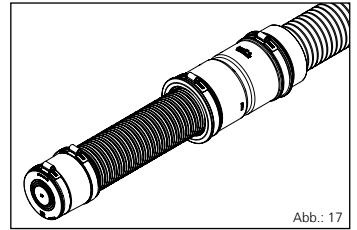

Abb.: 17
- ▶ Fertig montierte Universal Doppelmanschette KES-M78 auf Hateflexschlauch 14078 und gewelltem Kabelschutzrohr DN75 mit zusätzlich montiertem Manschettenstopfen MS78 am Ende des Wellrohres (siehe Abb.: 17).